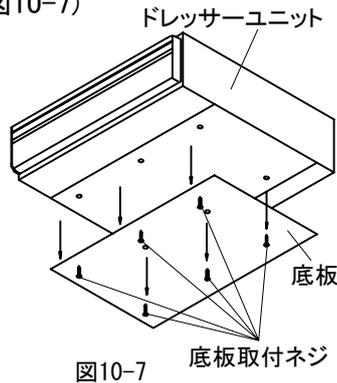

図10-7
- ③ドレッサーユニットの底板を取り外してください。(図10-7)